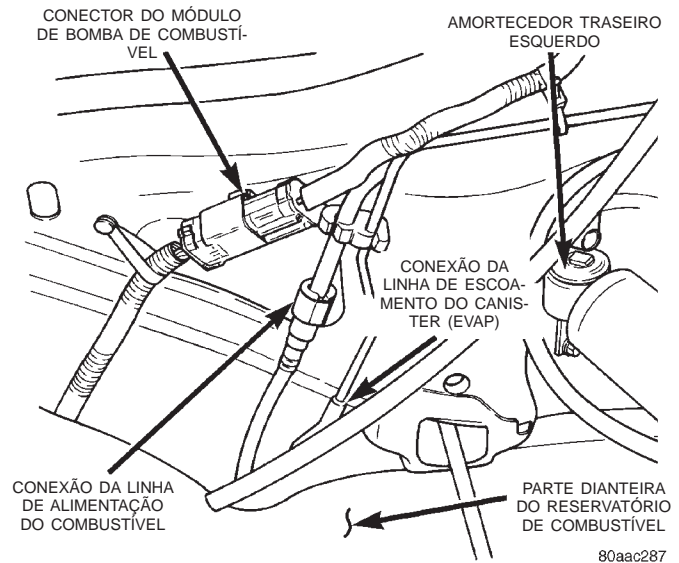

Fig. 36 Conexões do Reservatório de Combustível na Parte Dianteira do Reservatório de Combustível
(9) Desconecte a linha de alimentação do combustível da linha de extensão do combustível próxima à parte dianteira do reservatório de combustível (Fig. 36). Consulte “Tubos/Linhas/Mangueiras de Combustível e Braçadeiras”, neste grupo. Consulte também “Encaixes de Conexão Rápida”, para obter informações sobre os procedimentos.
(10) Desconecte a linha de escoamento do canister (EVAP) próxima à parte dianteira do reservatório (Fig. 36).
(11) Desconecte o conector elétrico do módulo de bomba de combustível (chicote de fiação enroscada) próximo à parte dianteira do reservatório (Fig. 36). O conector do chicote está preso na carroceria.